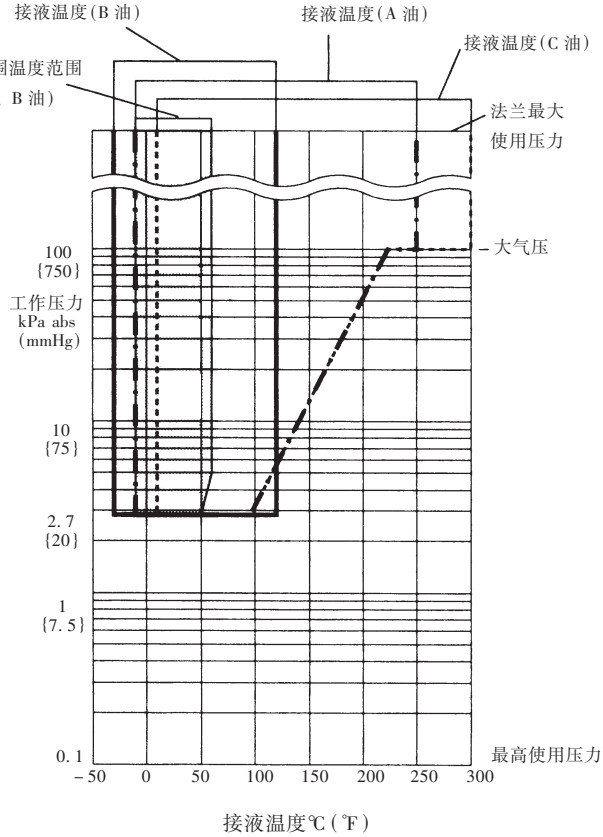

图 1 工作压力和接液温度
2.7kPa abs(0.38 psing)(法兰规格)见图 1
(注 1) 参看图 1 的使用压力与接液温度的关系。